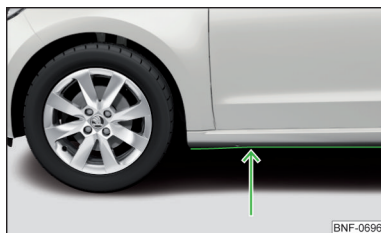

Fig. 94
- Înainte de traversarea zonei cu apă, stabiliți adâncimea apei. Nivelul apei poate să ajungă maximum până la marginea inferioară a lonjeronului inferior » fig. 94.